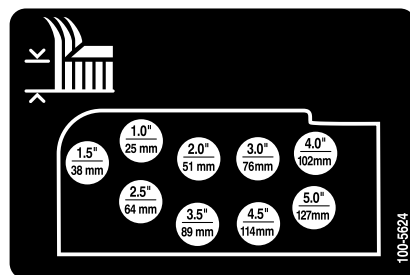

Рисунок 23
- Закрепите цепи регулировки высоты скашивания в требуемом отверстии с помощью шплинтуемого штифта и игольчатого шплинта (Рисунок 23).